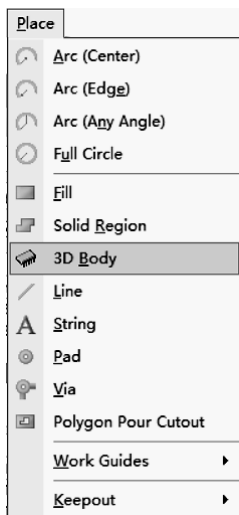
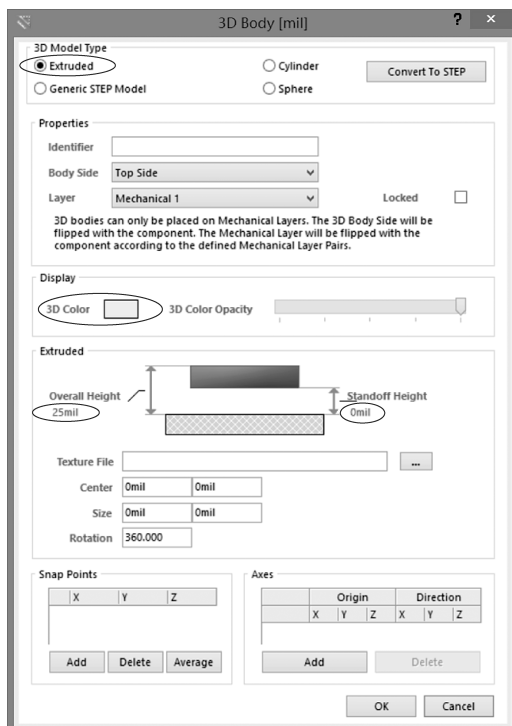
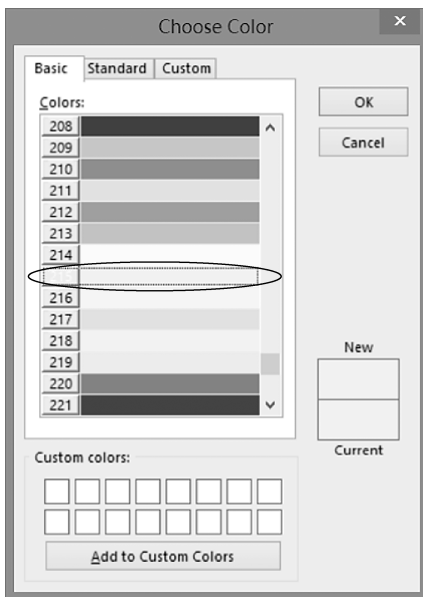

图 9-6-6 执行菜单命令 Place→3D Body
图 9-6-7 添加第一种基础性三维模型对象并设置
图 9-6-8 选择 215 号颜色
(5) 在该封装编辑环境中添加第一种基础性三维模型对象，执行菜单命令 Place→3D Body，如图 9-6-6 所示，则会弹出如图 9-6-7 所示的 3D Body (三维体) 对话框。将对话框中的 3D Mode Type (三维模型类型) 设置为 Extruded (突出)，Overall Height 值设置为 25mil，Standoff Height 值设置为 0mil。在 Display 工作区域中双击 3D Color 颜色框，在弹出的 Choose Color 对话框中选择 Basic 标签下的 215 号颜色，如图 9-6-8 所示，单击【OK】按钮，返回 3D Body 对话框，单击【OK】按钮后，则会在 PCB 封装编辑环境中出现十字形指针并带有三维体符号，进入放置三维对象状态，绘制一个长、宽分别为 72mil、50mil 的长方形，如图 9-6-9 所示。